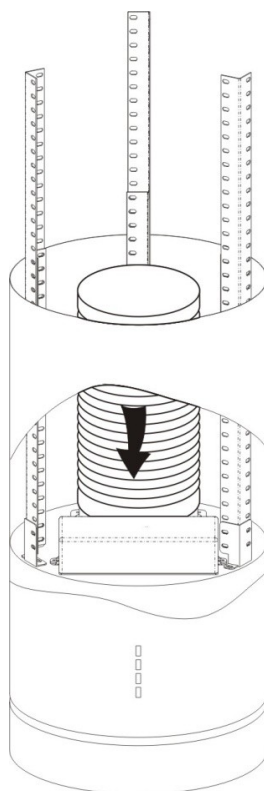

Рис. 5
8. См. рис. 9. Поднимите внутренний короб и с помощью 3 винтов (рис. 5) прикрепите его к подвесной пл